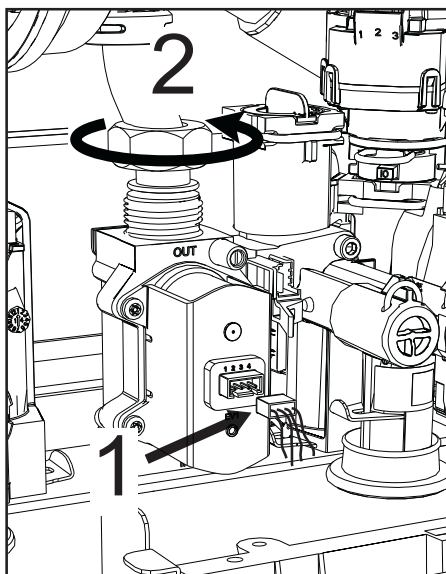

fig. 43
- Scollegare i connettori elettrici “1” (fig. 43).
- Scollegare il tubo di alimentazione gas “2” (fig. 43)